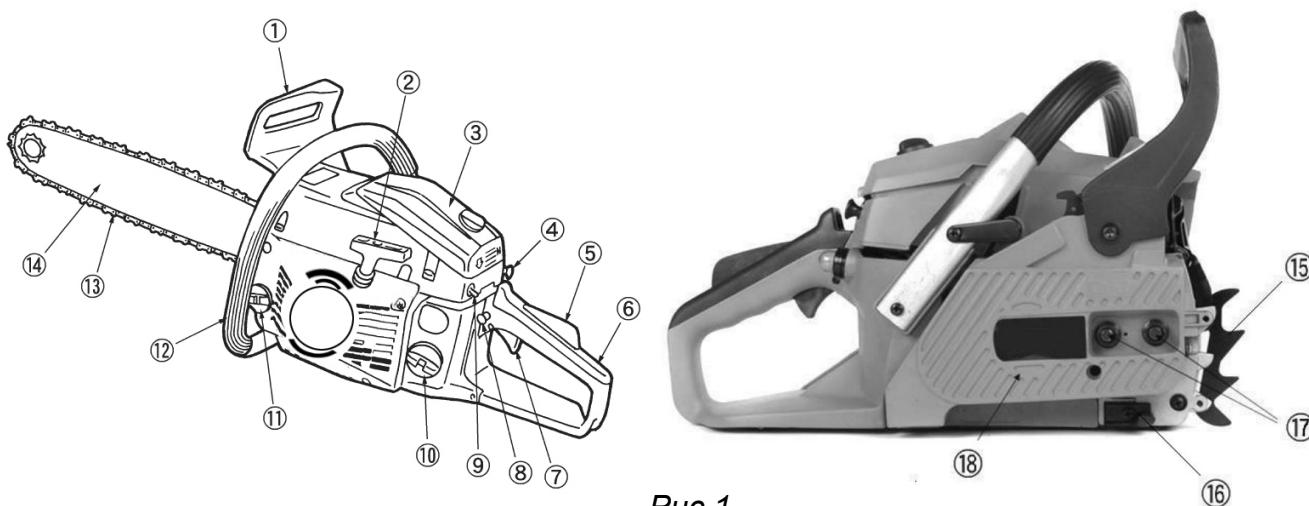

Рис. 1
Ручка тормоза цепи (1) (см. Рис.1)
Для безопасности, цепная пила оснащена тормозом цепи (1) (см. Рис.1). Тормоз цепи включается автоматически в случае резкого, сильного отскока, который вызывается прикосновением конца пилы к древесине во время работы. Тормоз цепи служит для блокировки пильной цепи перед стартом, и для ее моментальной остановки в экстренных случаях.
Выключатель зажигания двигателя (9) (см. Рис.1)
Рычаг блокировки газа (5) (см. Рис.1)
Предотвращает случайное включение двигателя (приведение пильной цепи в движение). Рычаг газа (7) не может быть нажат, если не нажат рычаг блокировки газа (5) (см. Рис.1).
Задняя ручка (6) (см. Рис.1)
Пильная цепь, снижающая риск отскока (13) (см. Рис.1)
Зубчатый упор (15) (см. Рис.1)
Цепеуловитель (16) (см. Рис.1)